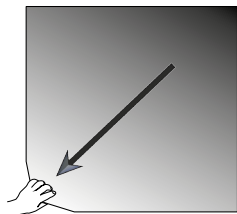

Figure 104 : Tapis adhésif : Soulever et tirer le tapis pour l'enlever
1. Pour retirer le tapis adhésif, veuillez le soulever d'un côté en l'enlevant lentement de la plate-forme, comme représenté sur la Figure 104.